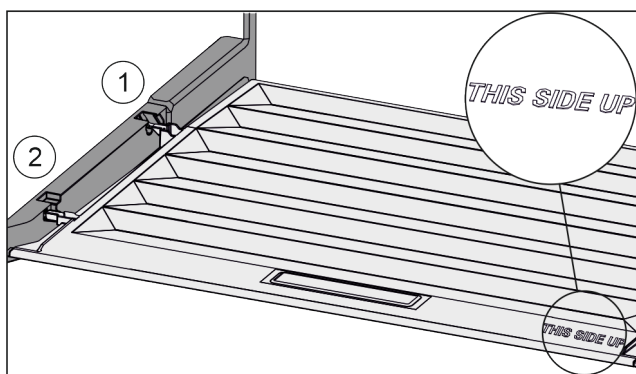

Fig. 76
- Anbring dækslets tappe over åbningen i den bageste holder Fig. 76 (1), og lad dem gå i indgreb i forreste holder Fig. 76 (2).